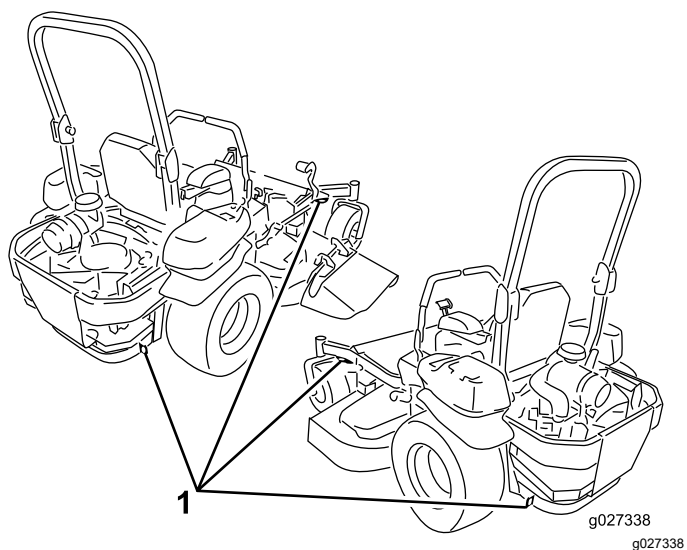

Figure 42
- Arrimez la machine près des roues pivotantes avant et du pare-chocs arrière à l'aide de sangles, chaînes, câbles ou cordes (Figure 42). Reportez-vous à la réglementation locale concernant les exigences en matière d'arrimage.